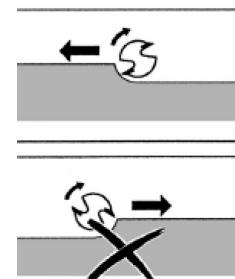

рис.8
- фрезерование всегда должно производиться против направления вращения рабочей фрезы (см. рис.8). Попутное направление фрезерования может стать причиной потери контроля над управлением фрезером